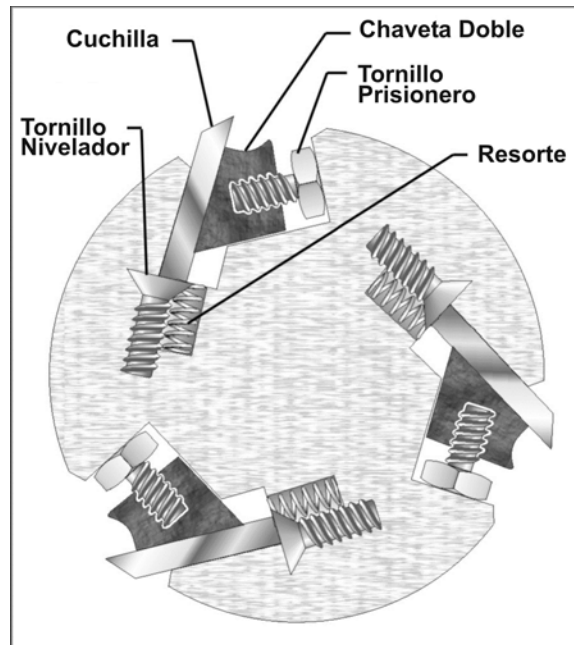

Figura 36 (cabeza de corte recto)
3. Retire las cuchillas gastadas aflojando los tornillos de cabeza cuadrada de las chavetas. Vea la Figura 36. Los resortes en la cabeza de corte elevarán la cuchilla permitiendo una fácil remoción de esta última. Retire la cuchilla y la chaveta.